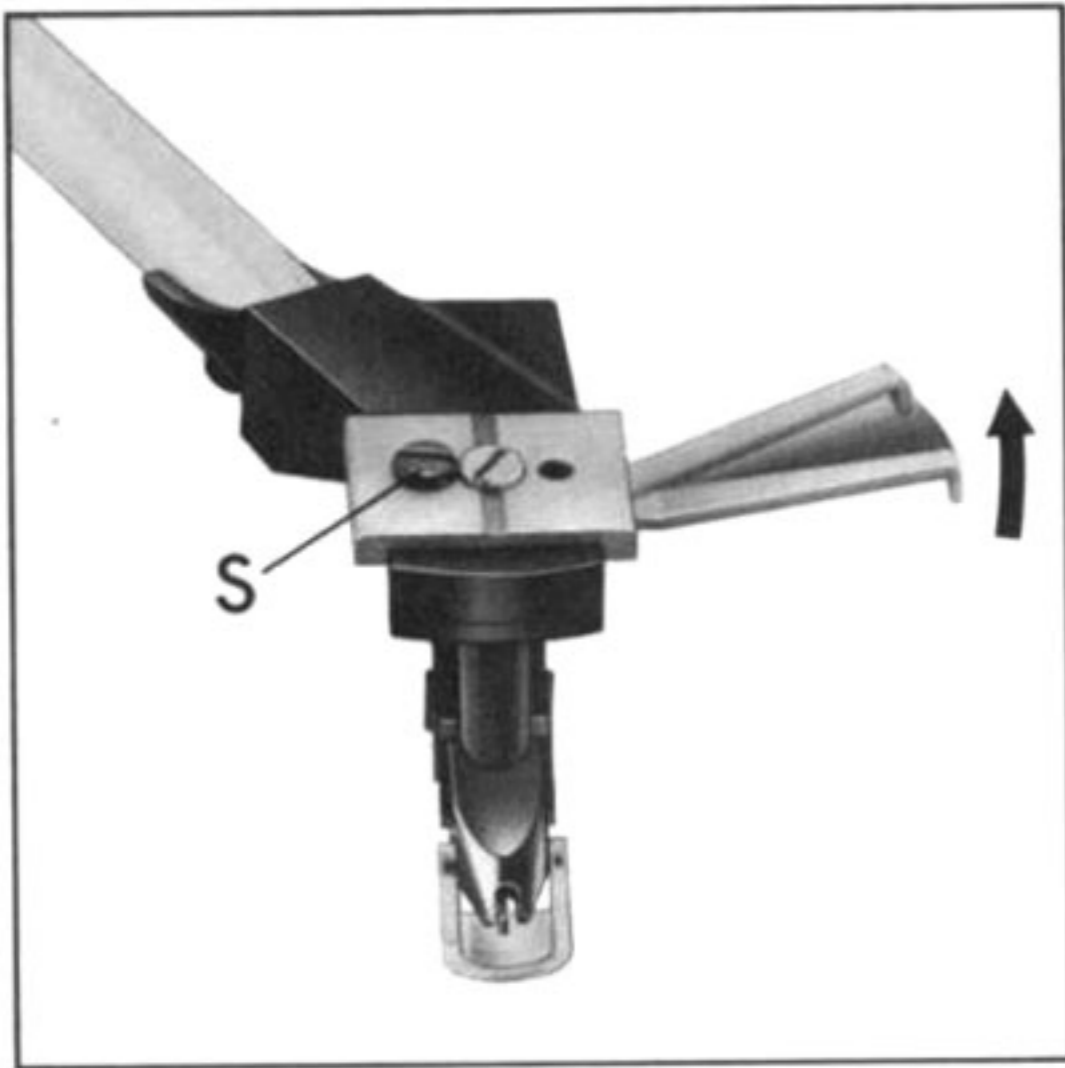

Fig. 6
- 1) Entfernen Sie – falls vorhanden – die Sicherungsschraube (Fig. 6/S).